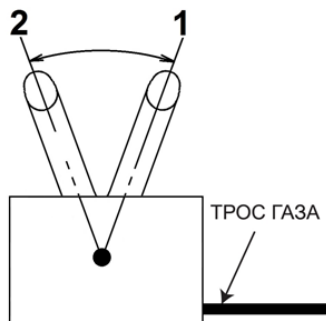

Рис. 16 Положения рычага газа
4. Переведите рычаг газа 5 (Рис. 2) на 1/3 хода в сторону положения максимальных оборотов двигателя (Рис. 16).
1. Переведите двигатель в режим холостого хода, для этого переведите рычаг газа в положение 2 холостых оборотов двигателя (Рис. 16) и дайте двигателю поработать примерно 1 минуту.
4. Переведите рычаг газа в положение 1 максимальных оборотов двигателя (Рис. 16).